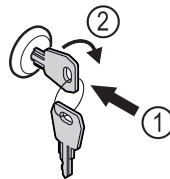

Fig. 160
- Schlüssel hineindrücken. Fig. 160 (1)
- Schlüssel um 90° im Uhrzeigersinn drehen. Fig. 160 (2)